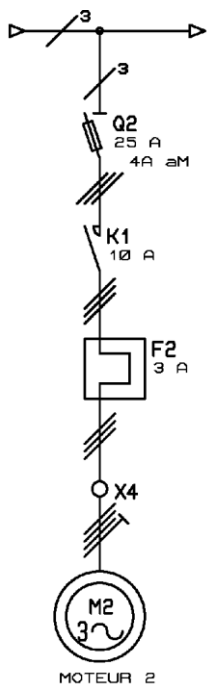

Figure 9 : schéma unifilaire d'un démarreur.
- représentation unifilaire (exemple figure 9) : deux ou plusieurs conducteurs sont représentés par un trait unique. On indique sur ce trait le nombre de conducteurs en parallèle. Cette représentation est surtout utilisée en triphasé.